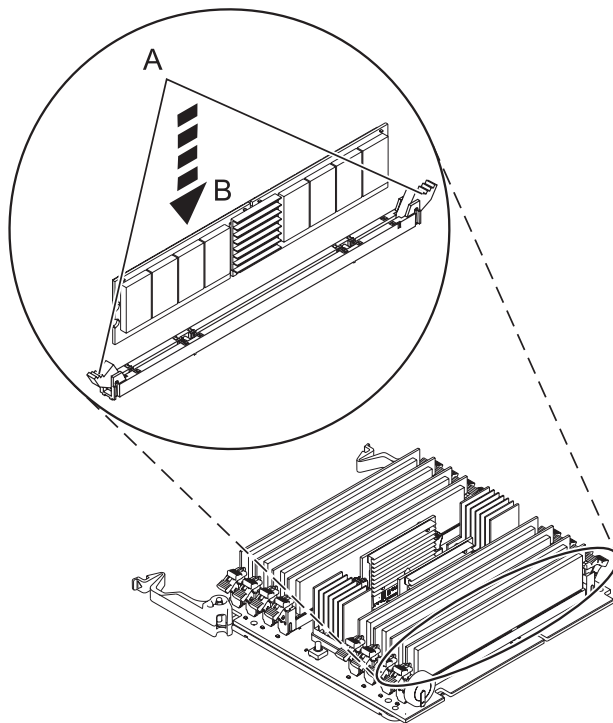

Figura 18. Substituir um módulo de memória
11. Certifique-se de que as patilhas de fecho do conector **(A)** estão premidas para fora, na posição de desbloqueio, tal como ilustrado na Figura 18 na página 36, antes de instalar um módulos de memória novo.